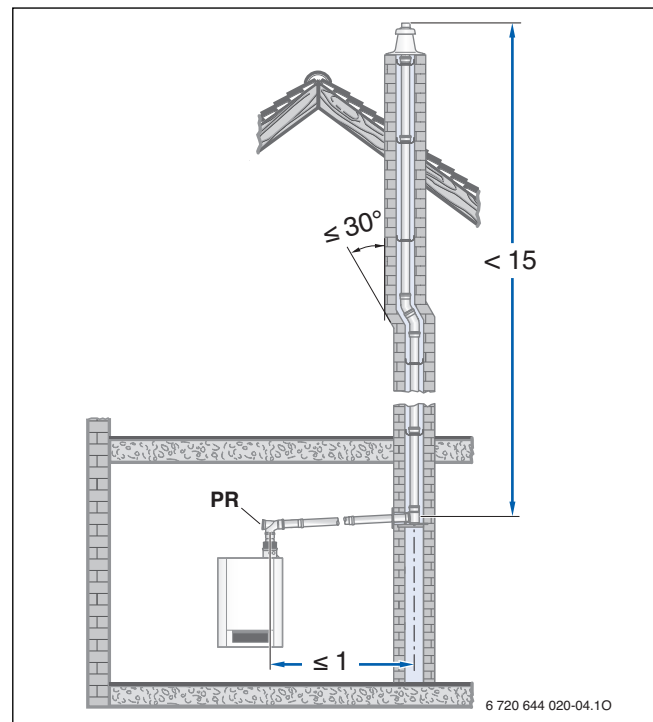
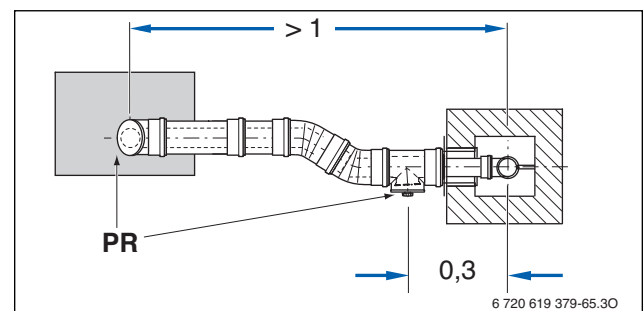

Bild 4 Beispiel zur Anordnung der Prüföffnung bei einer waagerechten Abgasleitung ohne Umlenkung im Aufstellraum (Maße in m)
Bild 5 Beispiel zur Anordnung der Prüföffnungen bei einer Abgasleitung mit Umlenkung im Aufstellraum – Draufsicht (Maße in m)
Abgasanlagen müssen leicht und sicher auf ihren freien Querschnitt hin zu überprüfen und gegebenenfalls zu reinigen sein. Hierzu sind Prüföffnungen einzuplanen (→ Bild 4 und Bild 5).
- an der Stirnseite im geraden, waagerechten Abschnitt der Abgasleitung höchstens 1 m von der Umlenkung in den senkrechten Abschnitt entfernt, sofern sich dazwischen keine Umlenkung befindet (→ Bild 4) oder
- seitlich im waagerechten Abschnitt der Abgasleitung höchstens 30 cm von der Umlenkung in den senkrechten Abschnitt entfernt (→ Bild 5).
Legende zu Bild 4 und Bild 5: